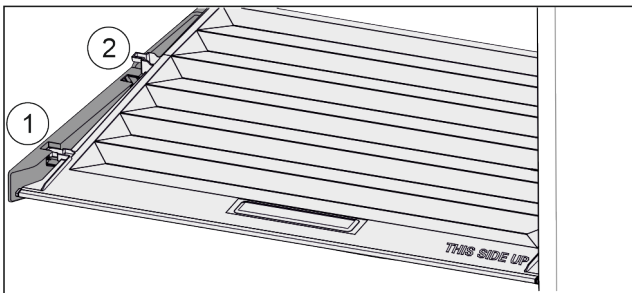

Fig. 128
- ▶ Издърпайте напред *Fig. 128 (1)* капака до отвора в задържащите части.
- ▶ Повдигнете го отзад отдолу и отстранете *Fig. 128 (2)* нагоре.